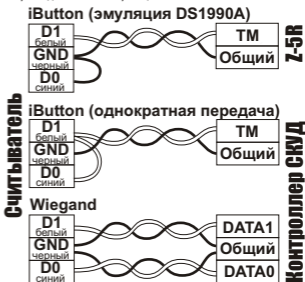

Рис.3 Выбор протокола передачи.
- подсоедините провода к считывателю в соответствии с рис.2 и рис.3. При подключении питания загорается красный светодиод;
В рабочем состоянии горит красный светодиод, сигнализируя наличие питания. При внесении в поле действия считывателя proximity-брелка происходит чтение идентификационного номера брелка. Далее считанный идентификационный номер передается в контроллер по протоколу iButton (Dallas Touch Memory) или Weigand-26 (в зависимости от выбора протокола передачи, рис.3). При считывании номера брелка и передаче его кода в течение 1 секунды мигает красный светодиод.